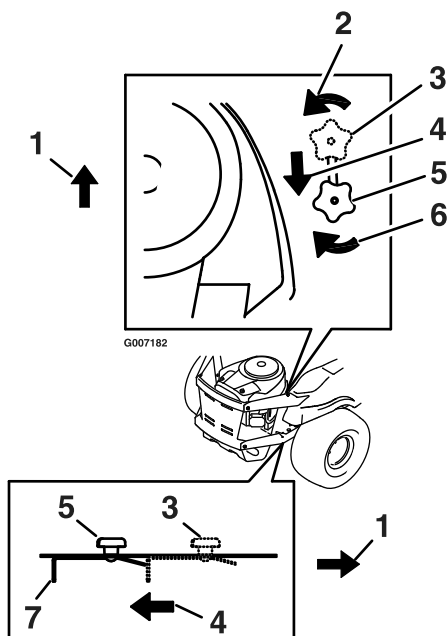

Figura 20
3. Localice los pomos de liberación en ambos lados de la plataforma del motor (Figura 20).
- Afloje el pomillo girándolo en el sentido contrario a las agujas del reloj. Luego tire la palanca de liberación situada debajo de la máquina (Figura 20) hacia la parte trasera de la misma, y vuelva a apretar el pomillo para bloquear la palanca de liberación en posición de liberado. Repita en el otro lado de la máquina.
Afloje el pomillo de liberación, empuje las palancas de liberación hacia adelante, y apriete de nuevo el pomillo para engranar el sistema de transmisión (Figura 20).